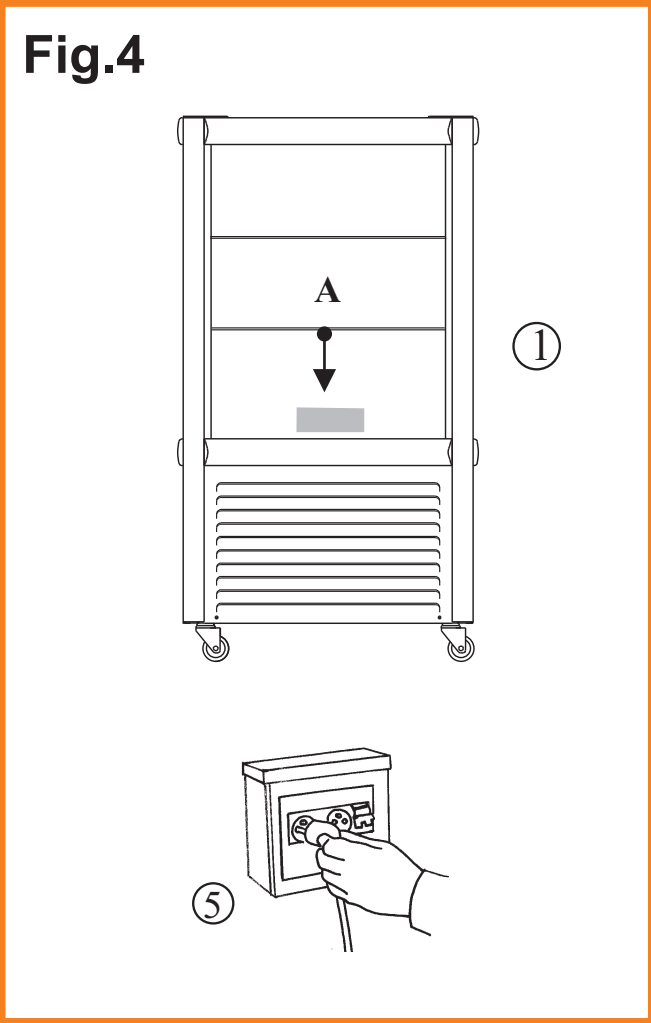

Fig.4
1. Accertarsi che la tensione e la frequenza della rete corrispondano a quelle indicate sulla targhetta **(A)** posta sull'apparecchio. **2.** Accertarsi che la presa di alimentazione sia: **a)** *Dotata di un conduttore di messa a terra.* **b)** *Idonea alla corrente nominale di targa.* **c)** *Sia dotata delle protezioni secondo le norme IEC : - Interruttore magnetotermico differenziale (più comunemente salva vita) con I_n = valore nominale riportato in targa. - Differenziale con sensibilità $I_d = 30$ mA.* **3.** Verificare che l'ambiente non sia con pericolo di esplosione (AD). **4.** Il cavo di alimentazione montato sull'apparecchio è: H05 VVF idoneo per ambienti interni. Per ambienti diversi occorre sostituire il cavo con tipo idoneo (ad esempio H07 VVF per ambienti esterni). **5.** Inserire la spina (non usate triple e riduzioni) **N.B:** se l'apparecchiatura durante il trasporto o lo stoccaggio è stata erroneamente posta nel verso sbagliato, lasciare riposare almeno 3 ore in posizione corretta prima di allacciare l'alimentazione (vedi Fig.4).